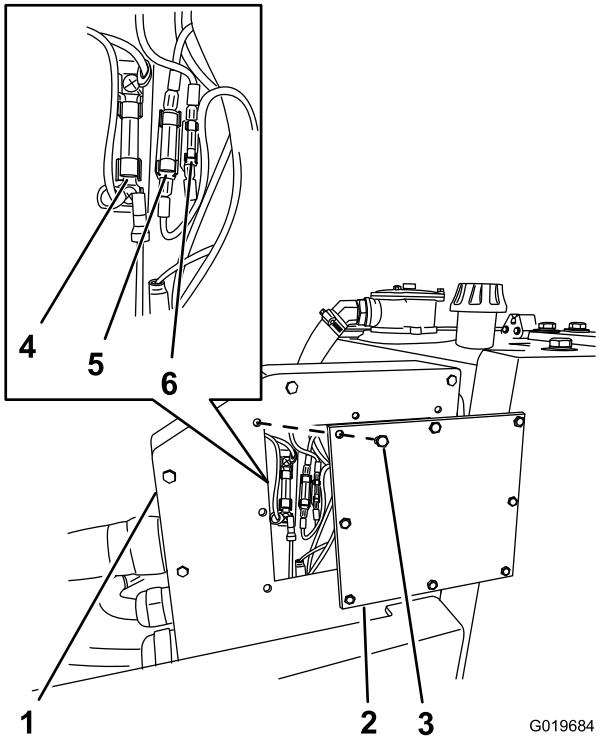

Figura 73
El sistema eléctrico está protegido por 3 fusibles. El sistema eléctrico no requiere mantenimiento normalmente; no obstante, si se funde un fusible, compruebe que no hay avería ni cortocircuito en el componente/circuito. La Figura 73 muestra las posiciones de los fusibles en la caja de conexiones.
5. Retire los 8 pernos que sujetan el panel auxiliar a la caja de conexiones. Retire el panel auxiliar y la junta (Figura 73).
6. Compruebe que los fusibles no están dañados o fundidos (círcuito abierto); consulte Figura 73.
7. Instale el panel auxiliar en la caja de conexiones usando los 8 pernos que retiró en el paso 5 (Figura 73).